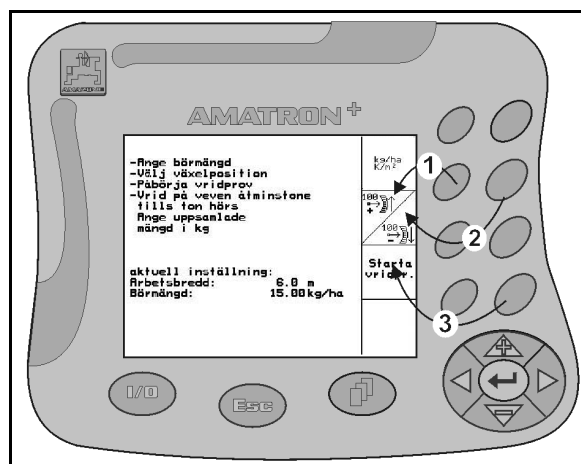

Fig. 9
- den vänstra knappen kopplad till det övre vänstra funktionsfältet (Fig. 9/1)
- den högra knappen kopplad till nedre högra funktionsfältet (Fig. 9/2).
Om bara kvadratfält visas på displayen är enbart den högra knappen kopplad till funktionsfältet (Fig. 9/3).